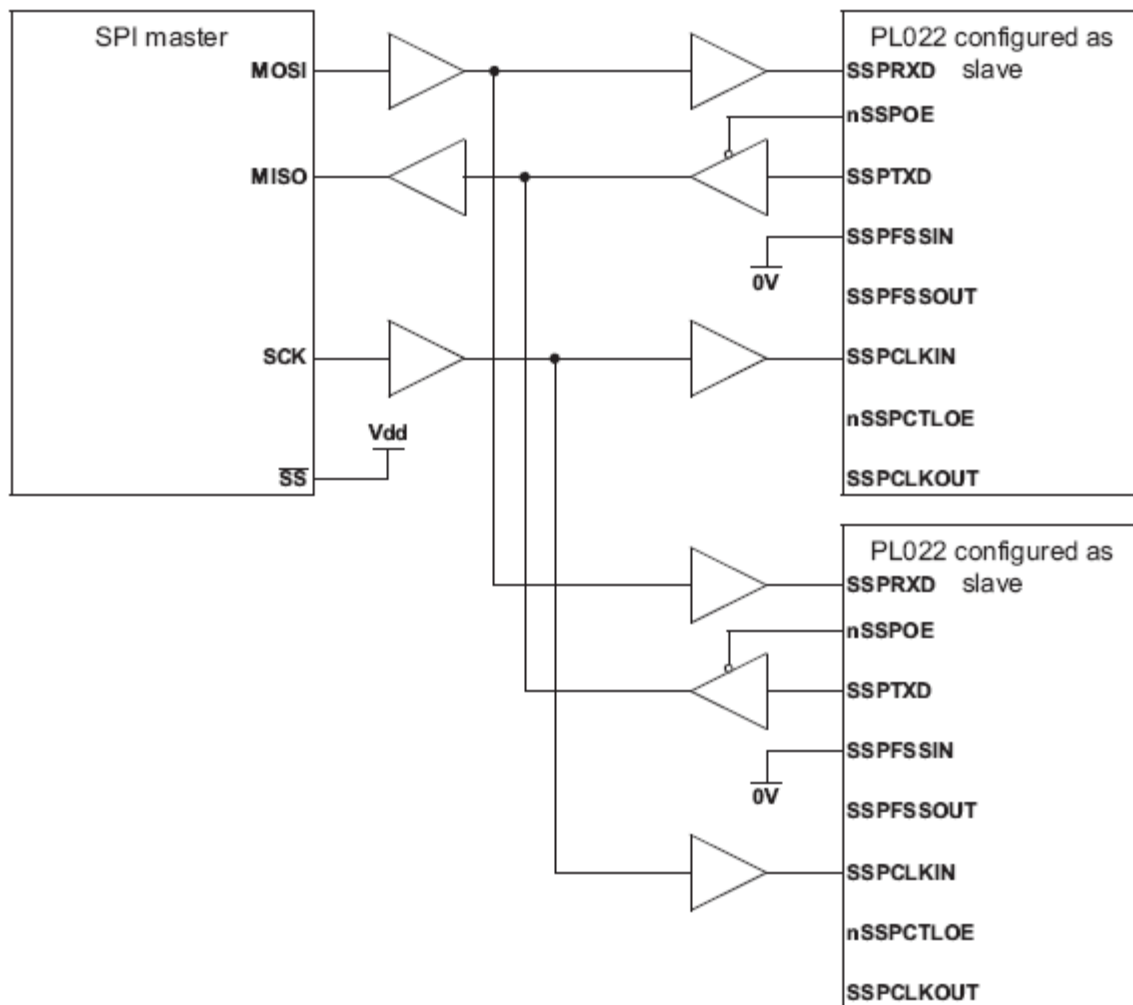

Рисунок 116 – Ведущее устройство, протокол SPI, подключено к двум ведомым модулям SSP
Рисунок 116 показывает ведущее устройство, поддерживающее протокол SPI фирмы Motorola, соединенное с двумя модулями SSP, сконфигурированными для работы в ведомом режиме. Линия Slave Select (SS) ведущего устройства в этом случае установлена в высокий логический уровень. Ведущее устройство осуществляет передачу данных по линии MOSI по кругу в адрес двух ведомых модулей.